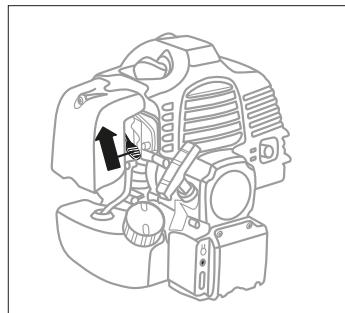
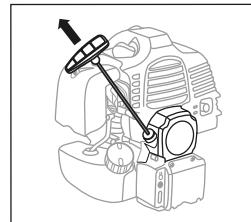

рис. 10
рис. 12
4. Переведите рычаг воздушной заслонки в верхнее положение – |/| «Закрыто» (рис. 10).
6. Запуск с помощью электростартера: нажмите кнопку запуска двигателя (рис. 11 б). Двигатель запустится и заглохнет из-за слишком богатой смеси. Переведите рычаг воздушной заслонки (рис. 10) в среднее положение. Затем нажмите кнопку запуска двигателя (рис. 11 б), двигатель должен запуститься.
7. Запуск с помощью ручного стартера: придерживая trimmer, плавно потяните рукоятку стартера до момента зацепления в механизме стартера. После чего энергично вытяните шнур на 50-60 см (рис. 12). Во избежание повреждения корпуса стартера не бросайте рукоятку стартера, плавно верните ее в исходное положение. Повторите данные действия 3-5 раз до первой вспышки топлива в двигателе. При этом двигатель заводиться не должен. Переведите рычаг воздушной заслонки (рис. 10) в среднее положение. Плавно потяните рукоятку стартера до момента зацепления в механизме и энергично вытяните шнур еще на 50-60 см. Во избежание повреждения корпуса стартера не бросайте рукоятку стартера, плавно верните ее в исходное положение. Повторите данные действия 2-3 раза, двигатель должен завестись.